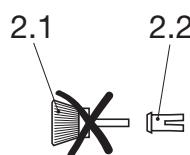
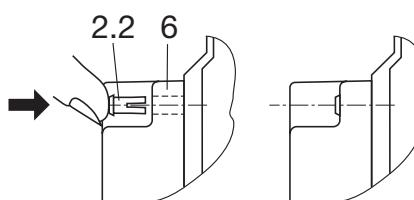

Bild 6 / Fig. 6
Bild 7 / Fig. 7
2. Erweiterungsmodul (6) aufstecken.
3. Von den 2-teiligen Kunststoffspreiznieten Teil 2.1 (Bild 6) entfernen.
4. Teil 2.2 der Kunststoffspreiznieten in die 4 Befestigungslöcher des Erweiterungsmoduls (6) einstecken (Bild 7).
5. Hutschienenadapter (1) aufsetzen.
2. Embrocher le mod. d'extension (6).
3. Enlever la partie 2.1 des rivets spéciaux (Fig. 6).
4. Enfoncer la partie 2.2 des rivets spéciaux (Fig. 6) dans les 4 trous de fixation du module d'extension (Fig. 7).
5. Apposer l'adaptateur pour montage sur rail (1).
2. Insert the extension module (6).
3. Remove part 2.1 (Fig. 6) from the two-part plastic fixing clips.
4. Insert part 2.2 of the plastic fixing clips in the 4 fixing holes (6) of the extension module (Fig. 7).
5. Place the top-hat rail adapter (1) in position.